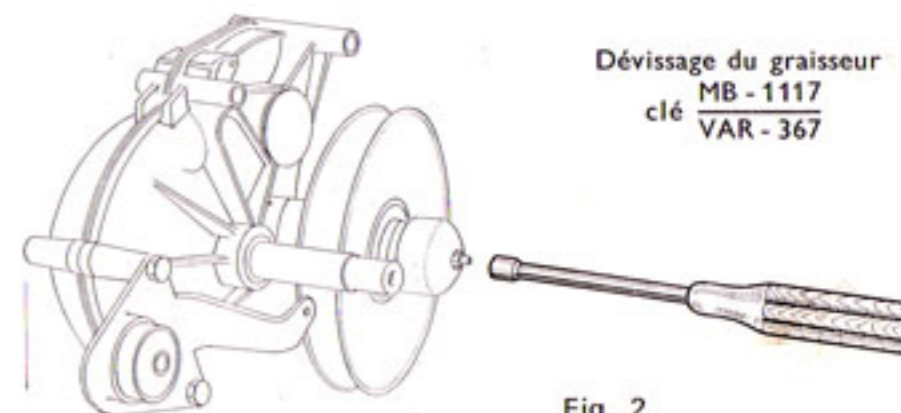

Fig. 2
- Dévisser le graisseur 4 x 75 clé à graisseur $\frac{\text{MB-1117}}{\text{VAR-367}}$ Fig. 2.